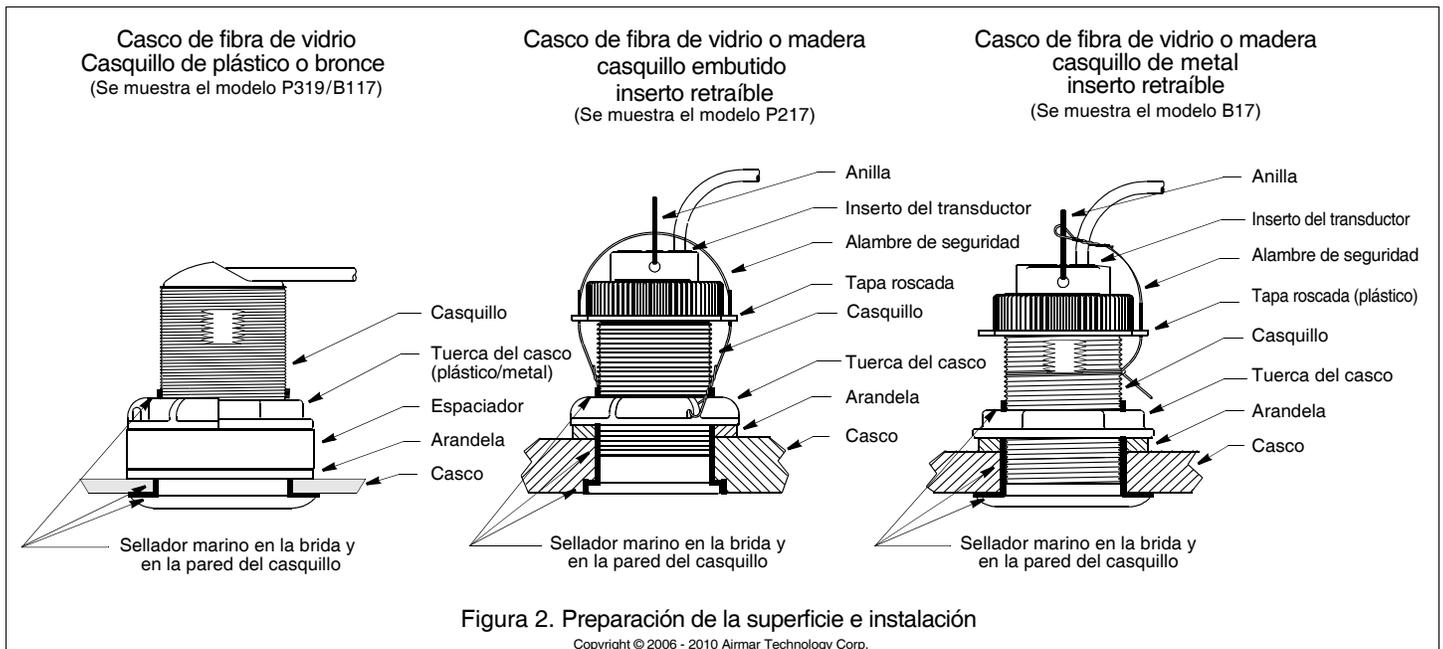

Figura 2. Preparación de la superficie e instalación
Aplique una capa de 2 mm (1/16") de sellador marino en torno a la brida del casquillo en contacto con el casco y a la pared del casquillo (Figura 2). El sellador debe extenderse 6 mm (1/4") más arriba del espesor combinado del casco, la o las arandelas y la tuerca del casco. De este modo habrá sellador en la rosca para sellar el casco y mantener bien la tuerca del casco.
2. Desde el interior del casco, coloque la arandela en el casquillo (Figura 2).
3. Afirme el alambre de seguridad para evitar que el inserto se salga en el caso improbable de que la tapa roscada se rompa o se rosque de forma incorrecta (Figura 2).
2. Extraiga el inserto del transductor del casquillo retirando el alambre de seguridad y desenroscando la tapa roscada (Figura 2).